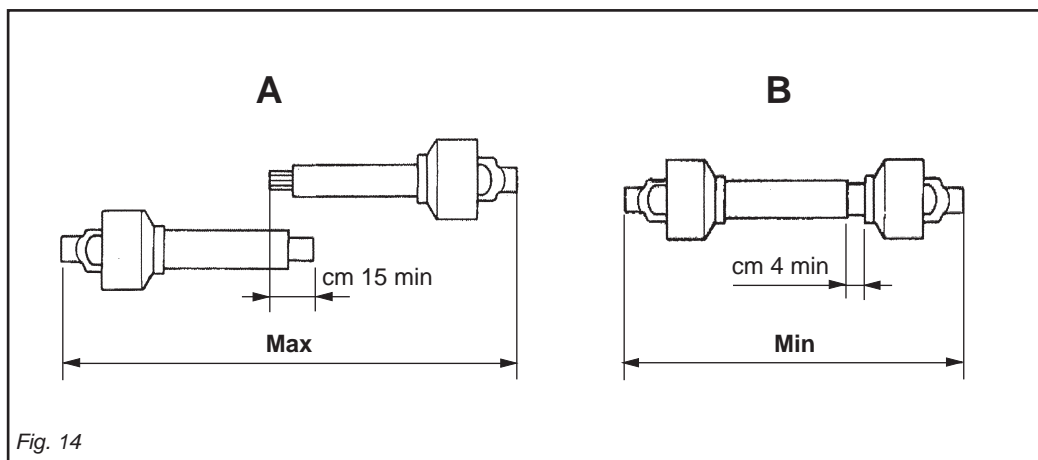

Fig. 14
- La copertura (C Fig. 13) dei tubi scorrevoli deve essere di 15 cm minimo (Fig.14).
- The sliding tubes (C Fig. 13) must overlap by at least 15 cm (Fig. 14).
- La couverture (C Fig. 13) des tubes coulissants doit être au minimum de 15 mm (Fig. 14).
- Die Überdeckung (C Abb. 13) der Gleitrohre muss mindestens 15 cm ausmachen (Abb. 14).
- La cobertura (C Fig. 13) de los tubos corredizos debe ser como mínimo de 15 cm (Fig. 14).
Quando esso è inserito al massimo, il gioco minimo consentito deve essere di 4 cm. (Fig. 14).
When fully inserted, the minimum play must be 4 cm. (Fig. 14).
Quand l'arbre à cardans est déboîté au maximum, les deux tubes doivent se superposer d'au moins 15 cm. Quand il est entièrement rentré, le jeu minimum admissible doit être de 4 cm. (Fig. 14)
Wenn die Gelenkwelle so weit wie möglich auseinandergesogen ist, müssen die beiden Teile sich noch um wenigstens 15 cm überlappen. Wenn die beiden Teile ganz zusammengesoben sind, muß das kleinstmögliche Spiel 4 cm ausmachen (Abb. 14).
Cuando el árbol cardánico está extraído al máximo, los dos tubos deben sobreponerse por lo menos 15 cm. Cuando está inserido al máximo, el juego mínimo permitido debe ser de 4 cm. (Fig. 14).